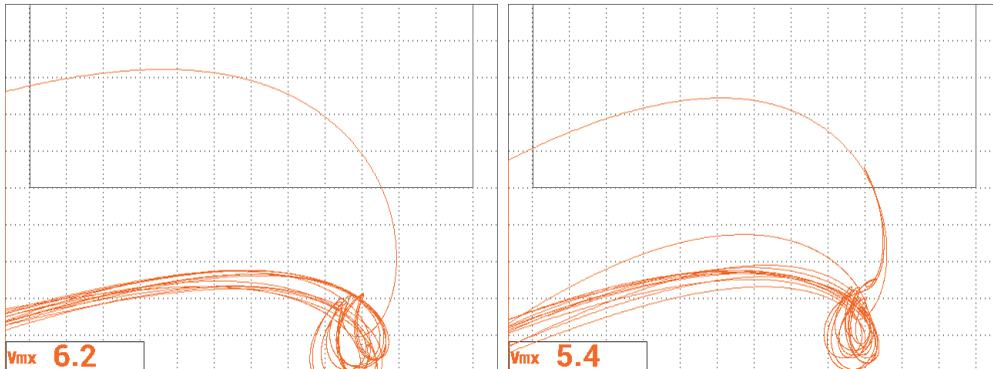

Figure 5-133 Résultats du balayage pour les deux lignes de fixation
36. Placez la sonde sur la position 1, et puis effectuez un dernier balayage des deux rangées de fixations (voir la Figure 5-133 à la page 236).